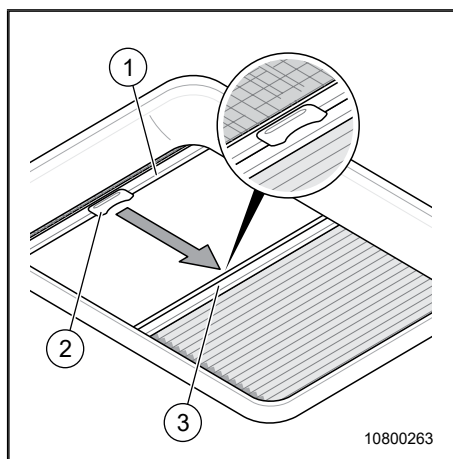

Fig. 59 Lanterneau avec store occultant et store moustiquaire
1. Saisir le store occultant à la poignée (Fig. 59, pos. 3) sur la position souhaitée ou jusqu'à ce que le système de fermeture du store moustiquaire (Fig. 59, pos. 2) encliquette dans la poignée.
1. Pousser le système de fermeture (Fig. 59, pos. 2) légèrement vers le bas et ramener le store occultant.
1. Glisser le store moustiquaire à l'aide de la poignée (Fig. 59, pos. 1) contre la poignée du store occultant (Fig. 59, pos. 3) jusqu'à ce que le système de fermeture (Fig. 59, pos. 2) encliquette dans les poignées.
1. Pousser le système de fermeture (Fig. 59, pos. 2) légèrement vers le bas et ramener prudemment le store occultant à la main.